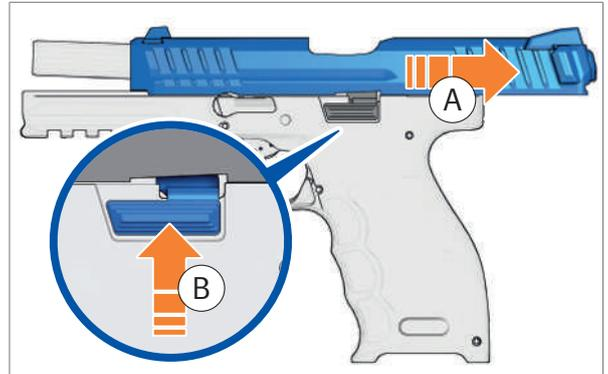

Abb. 23: Verschluss arretieren
1. Verschluss vollständig nach hinten ziehen und halten (Abb. 23).
2. Verschlussfanghebel nach oben drücken und Verschluss arretieren (Abb. 23).